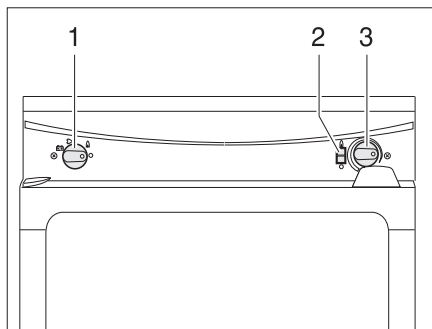

Fig. 131 Elementi di comando per il frigorifero (Thetford senza SES)
- Posizionare il selettore di energia (Fig. 131,1) su gas "🔥".
- Premere il pomello girevole (Fig. 131,3) e mantenerlo premuto. L'alimentazione del gas è ora aperta. L'accensione avviene automaticamente. È udibile un ticchettio fino a quando procedura di accensione non è stata portata a termine.
- Mantenere premuto il pomello girevole (Fig. 131,3) finché l'indicatore di fiamma (Fig. 131,2) non diventa verde e poi rilasciarlo. Quando la fiamma si spegne, l'apparecchio di accensione ripete automaticamente il procedimento di accensione.
- Posizionare il selettore di energia (Fig. 131,1) su "○". Il frigorifero è spento.
- Posizionare il selettore di energia (Fig. 131,1) su funzionamento elettrico a 230 V "⚡".
- Impostare la temperatura di refrigerazione con il pomello girevole (Fig. 131,3).
- Posizionare il selettore di energia (Fig. 131,1) su funzionamento a 12 V "🔋".